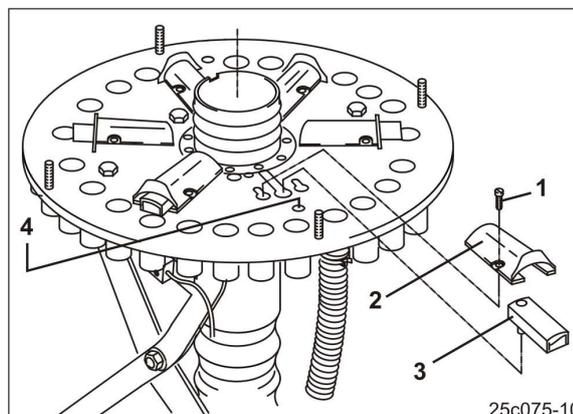

Fig. 113
Desactive los pasadores (Fig. 113/2) si no va a usarlos. Los pasadores desactivados no cierran la entrada a las rejillas de carriles.
5. Suelte los tornillos (Fig. 113/1).
6. Retire el túnel del pasador (Fig. 113/2).
7. El pasador (Fig. 113/3) se encuentra en la guía, tal y como se ha representado.
8. De la vuelta al pasador (Fig. 113/3) e introdúzcalo en el orificio (Fig. 113/4).
9. Atornille el túnel del pasador (Fig. 113/2) a la placa de montaje.